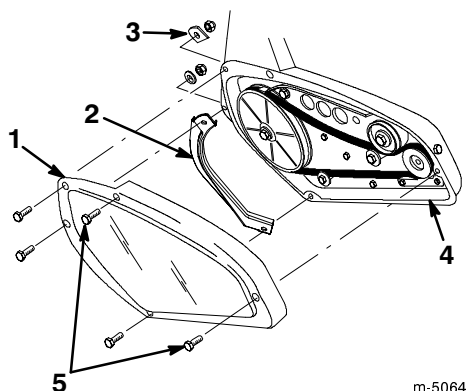

Figure 21
- Enlevez les deux vis autotaraudeuses, les trois vis d'assemblage, une rondelle et les trois contre-écrous qui fixent le carter au châssis de la déneigeuse (Fig. 21). Mettez le carter de la courroie d'entraînement de côté.
- Déposez la protection gauche de la turbine (Fig. 21) et mettez-la de côté pour l'installation au point 10.
**Remarque:** Installez la rondelle en losange, comme illustré aux Figures 21 et 23.